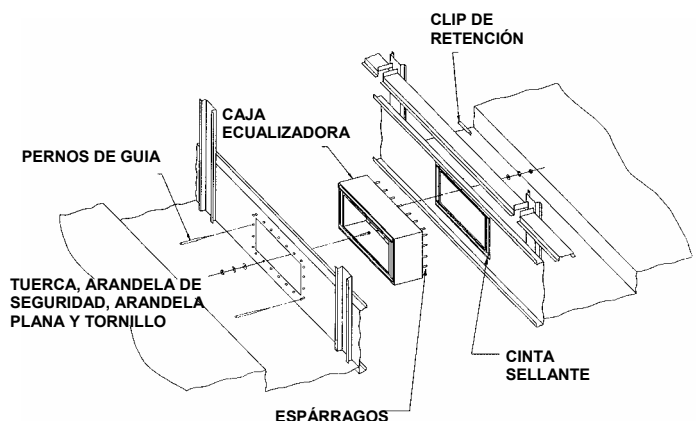

Figura 6 - Montaje Caja Ecualizadora, Modelos de 4,9 – 5,3 y 7,3 Metros de Ancho
2. Limpiar de grasa y suciedad las bridas y superficies de contacto entre las aberturas de ecualización y las cajas. Aplicar una capa de cinta sellante sobre el panel de la bandeja, centrándola sobre los taladros de la abertura de ecualización. (Ver Figura 6). Retirar el papel protector que viene pegado a la cinta sellante.
6. Hacer coincidir los taladros de la caja de ecualización con los taladros de la abertura de ecualización de la sección de bandeja recién posicionada utilizando punteros o varillas. Al mismo tiempo empujar esta sección de bandeja contra la caja de ecualización. (Ver figura 6.)